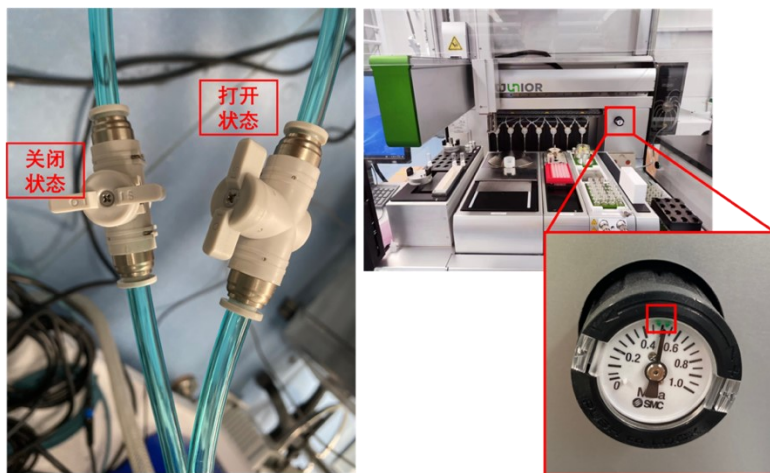

图 6-2-3
- 4) 如图 6-2-3 左, 确认仪器背面的 N_2 管路连接已打开, 并核对仪器上的压力表指针在绿色区域 (约 0.5 MPa, 图 6-2-3 右);